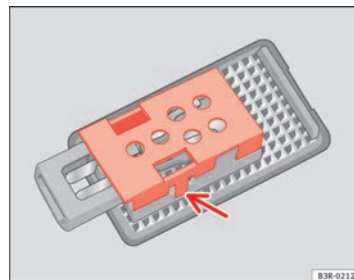

Fig. 225 Luz maletero
- Desmonte la tapa protectora y extraiga la lámpara del alojamiento ⇒ fig. 225. ■